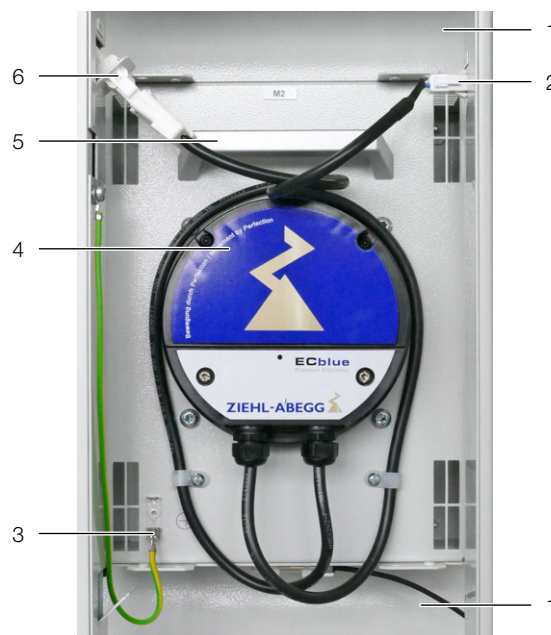

Рис. 39: Вентиляторный модуль в модульном отсеке
- Отсоедините слева и справа оба штекера подключения DC и AC вентилятора (рис. 39, поз. 2 и 6).
- Отсоедините заземление от вентилятора (рис. 39, поз. 3)